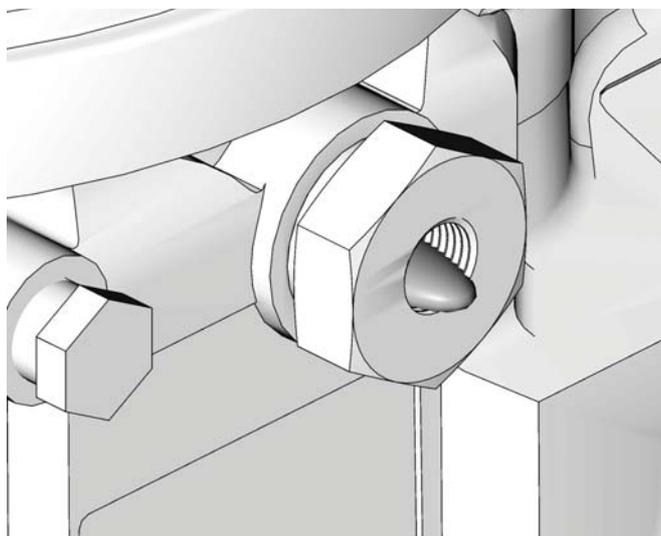

FIG. 16
2. Faites fonctionner la pompe uniquement jusqu'à ce que le lubrifiant sortant du raccord d'élément ne contienne plus d'air (FIG. 16).